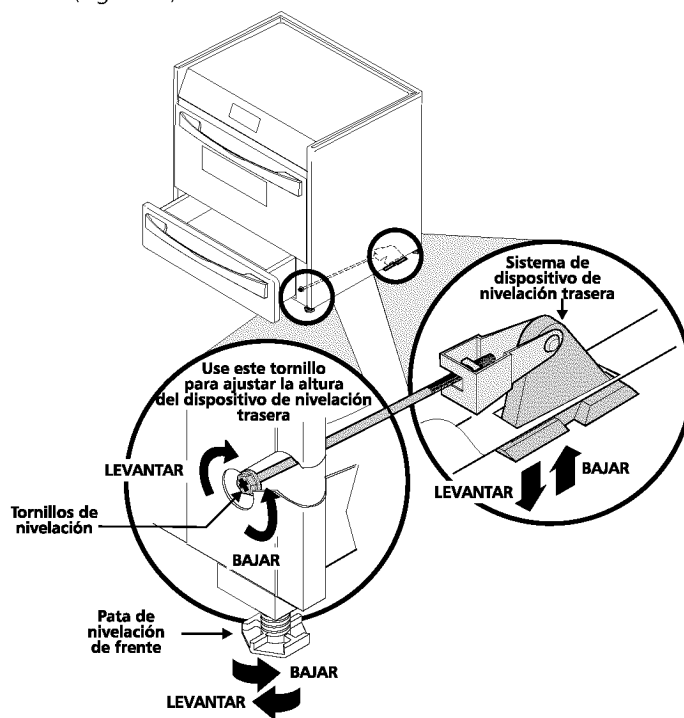

Figura 7
2. Baje el aparato, las 4 patas de nivelación alternadamente, hasta que la parte baja de la superficie de cocción repose sobre el mostrador. (figura 7)